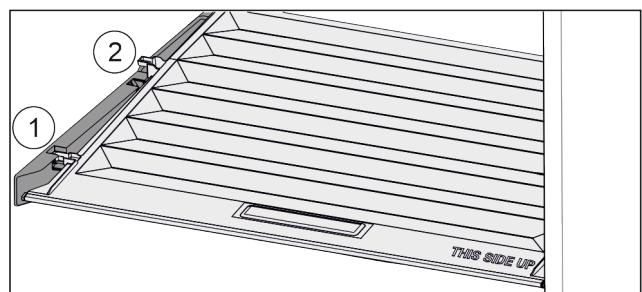

Fig. 84
- ▶ Deksel tot de opening in de vasthouddelen naar voren trekken Fig. 84 (1).
- ▶ Aan de achterkant vanaf de onderkant omhoog tillen en vanaf de bovenkant verwijderen Fig. 84 (2).